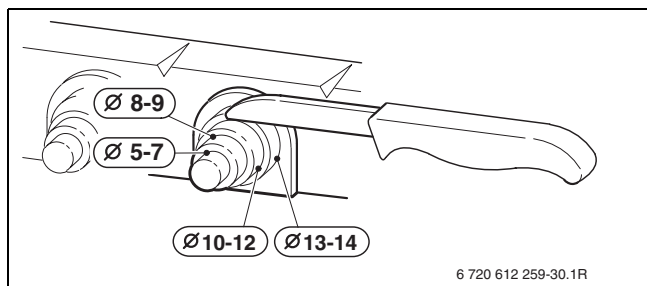

Fig. 35
- Fare passare il cavo attraverso la guarnizione del passacavo e collegarlo come da fig. 35.